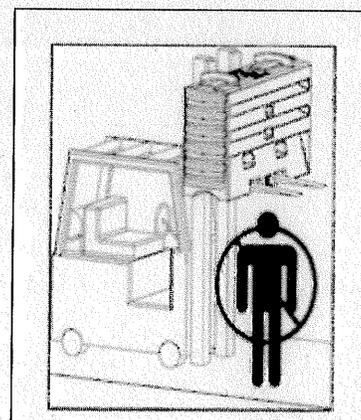

Imagen 16: Procedimiento Adecuado con Montacargas
No debe operar el montacargas con dos (2) o más módulos llenos. En caso de ser necesario maniobrar el montacargas con los módulos llenos, solo se puede mover un (1) módulo a la vez. Si los módulos están vacíos, se pueden apilar un máximo de tres (3) en el montacargas. Si se está maniobrando el montacargas, NUNCA apilar los módulos llenos ni pararse por debajo ni en frente del montacargas ya que los módulos se pueden caer, ver Imagen 16.